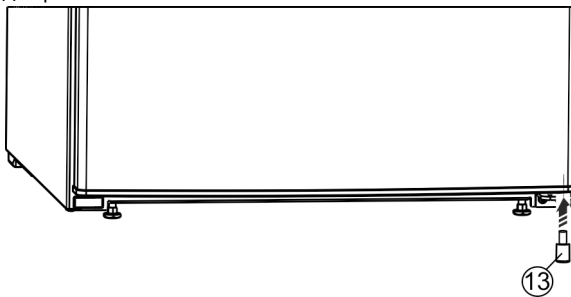

Fig. 27 *
- ▶ Знову вставте розпірку Fig. 27 (13) у дверцята знизу справа, оскільки вона потрібна для забезпечення стійкості пристрою.*